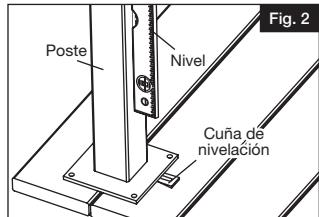
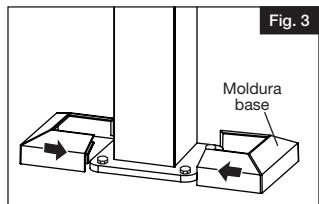

Fig. 2
Fig. 3
- Aplomar y nivelar los postes mediante el uso de cuñas (se venden por separado) (Fig. 2). Fijar los postes en su lugar con los sujetadores adecuados (se venden por separado) e instalar la moldura base en cada poste (Fig. 3).
- Instalar las secciones de la moldura base alrededor del poste. Tomar un lado de la moldura base e insertar tapones de plástico en los agujeros de la parte inferior. Tomar la segunda mitad de la moldura base y encajarla en la primera mitad (Fig. 3).
- Apretar los tornillos e instalar las secciones de la moldura base alrededor del poste. Tomar un lado de la moldura base e insertar tapones de plástico en los agujeros de la parte inferior. Tomar la segunda mitad de la moldura base y encajarla en la primera mitad (Fig. 3).
- A partir de las líneas marcadas, marcar una línea adicional paralela de 1/4" (0,64 cm) desde la primera línea para dejar un espacio libre para el soporte (Fig. 2).
- Alinear el travesaño superior y la tapa del travesaño superior con el travesaño inferior y marcar lo anterior antes de cortar. A continuación, cortar todo a la misma longitud con una hoja de carburo de dientes finos (Fig. 3).